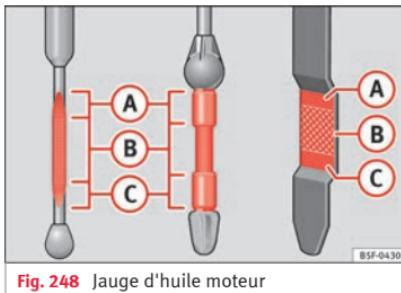

Fig. 248 Jauge d'huile moteur
– Puis retirez-la à nouveau et vérifiez le niveau d'huile ➤ **fig. 248**. Faites l'appoint d'huile moteur si nécessaire.
Ne démarrez pas le moteur si le niveau d'huile se trouve au-dessus de la zone »» fig. 248 A. Risque d'endommagement du moteur et du catalyseur ! Prenez contact avec un atelier spécialisé.
Le niveau d'huile ne doit en aucun cas dépasser la zone »» fig. 248 A. Sinon, de l'huile risque d'être aspirée par l'aération de carter-moteur et parvenir dans l'atmosphère par l'intermédiaire du système d'échappement.